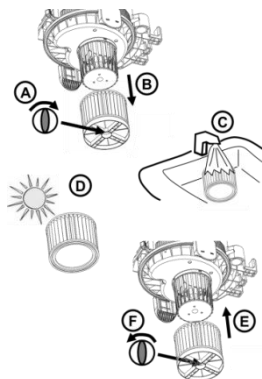

Figura 11
- Para obtener detalles sobre cómo lavar los filtros, consulte la figura 11. Siga las instrucciones desde el punto A hasta el punto F.